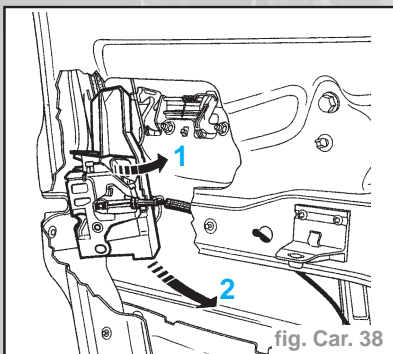

fig. Car. 38
- Basculer (1) la serrure vers le panneau de porte afin de la dégager du doigt de commande (F) de barillet (voir éclaté).
- Ôter la serrure (2) du caisson de porte (fig. Car. 38).